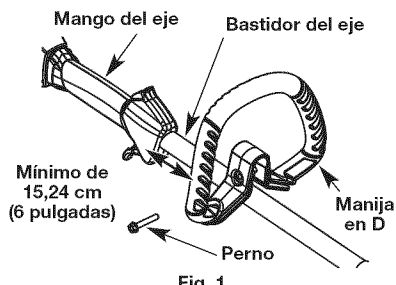

Fig. 1
1. Afloje el perno que está en la manija lo suficiente para moverla (Fig. 1).
3. Apriete el perno hasta que la manija en D esté segura (Fig. 1).